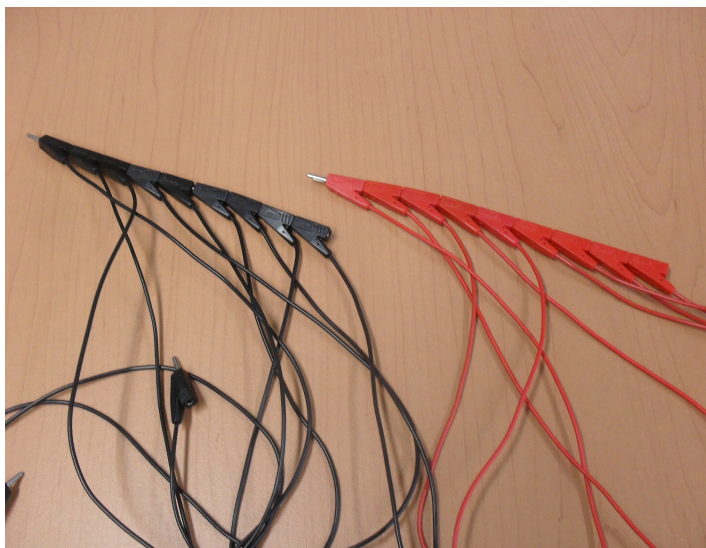

Figura 101: Cables
- Juego de cables, figura 101.